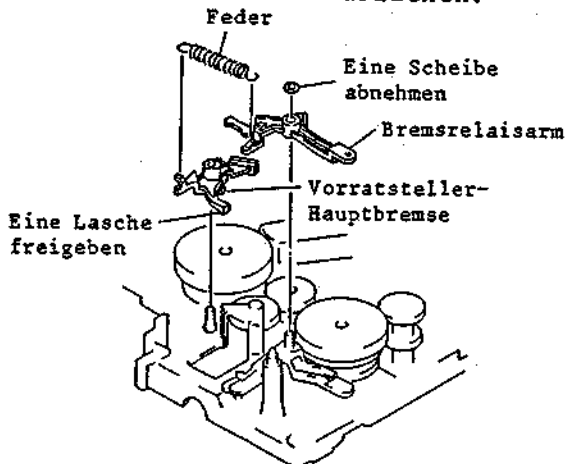

Abb. 2-71 Ausbau der Vorratsteller-Hauptbremse und des Bremsrelaisarms
3. Die zwischen der Vorratsteller-Hauptbremse und dem Bremsrelaisarm angeordnete Feder abnehmen (siehe Abb. 2-71).